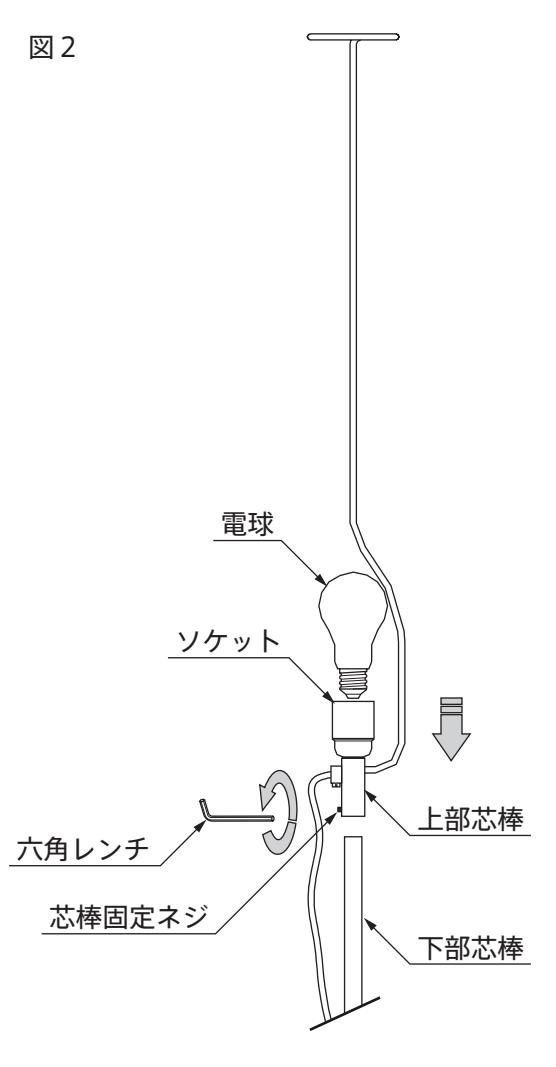

図3
6. 電源コードをコード止めにて下部芯棒に固定します。 (図 3)
7. 上部芯棒の上側から中央シェードカバー (2ヶ) と上部シェードカバーを通して、上部シェードカバーを上部芯棒のフレーム部分に置きます。 (図 3)
8. 上部シェードカバーから順にクリップにてシェードカバーを連結します。 (図 3、4)